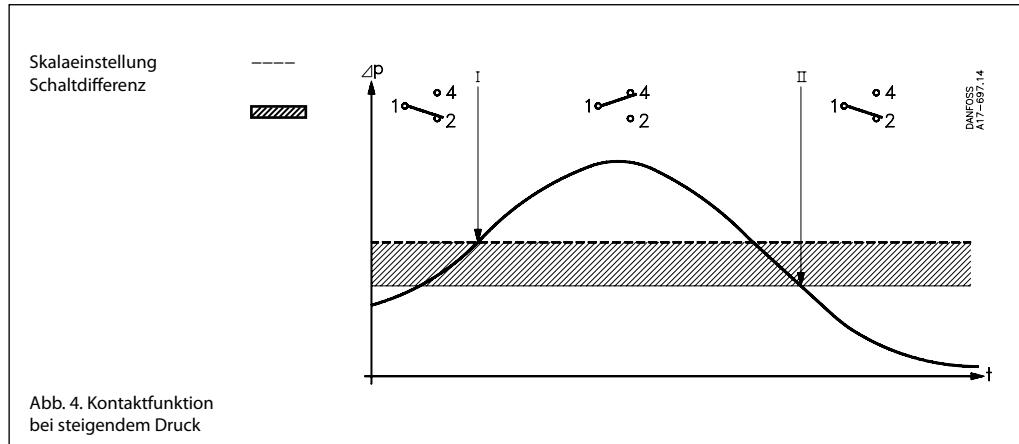

Abb. 4. Kontaktfunktion bei steigendem Druck
a. RT 19, RT 30 und Druckschalter mit max. Reset Die Kontakte 1-4 schließen und 1-2 öffnen, wenn der Druck den eingestellten Bereichswert überschreitet. Die Kontakte wechseln in die Ausgangslage zurück, wenn der Druck auf den Bereichswert minus der Differenz abfällt (siehe Abb. 4).